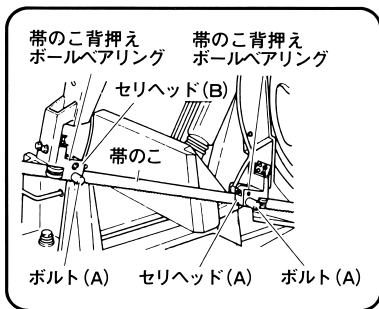

図 23
(3) セリヘッド(A), (B)部のボルト(A)を反時計方向に4～5回転ゆるめます。(図23)
(6) 帯のこを手でねじりながらセリヘッド(A)およびセリヘッド(B)の帯のこ背押えボールベアリングに突当たるまで挿入します。(図23)